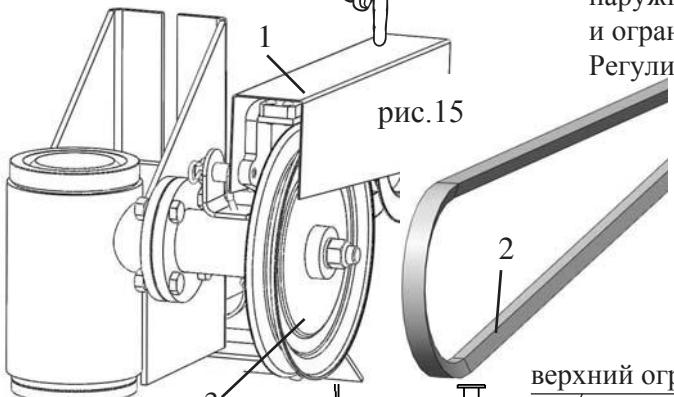
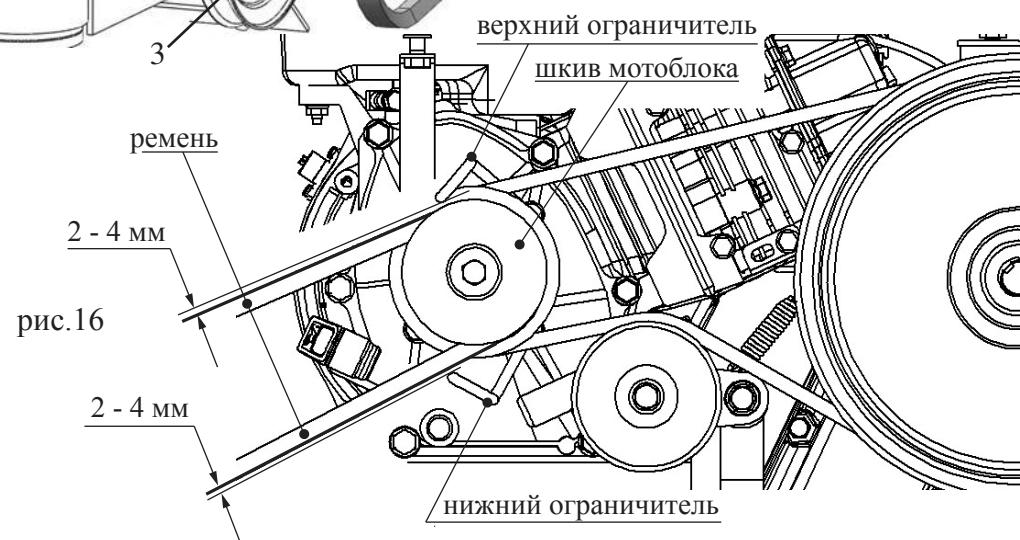

рис.15
рис.16
Нажать рукой на привод сцепления косилки (1) и установить ремень (2) на шкив (3) (рис.15). Установить ремень косилки на шкив вала двигателя и отрегулировать зазор между наружной поверхностью ремня и ограничителями от 2 до 4 мм.(рис.16)